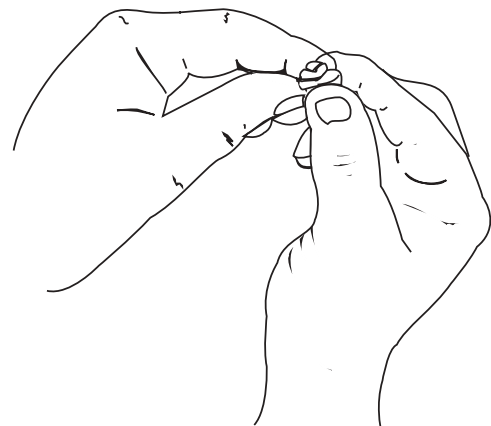

Fig. 25
5. Pressez le filtre afin d'étaler l'huile et d'éliminer l'excès d'huile (Fig. 25).